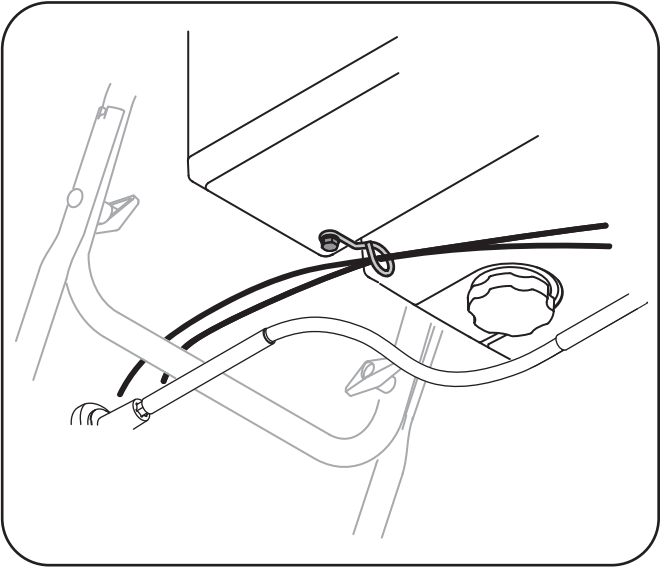

Figure 3-9
6. Vérifiez que tous les câbles sont acheminés dans le guide sur le dessus du moteur. Voir la Figure 3-9.
7. Retirez la goupille fendue et la rondelle de la virole sur l'extrémité de la tige de commande. Voir Figure 3-9 en médaillon.